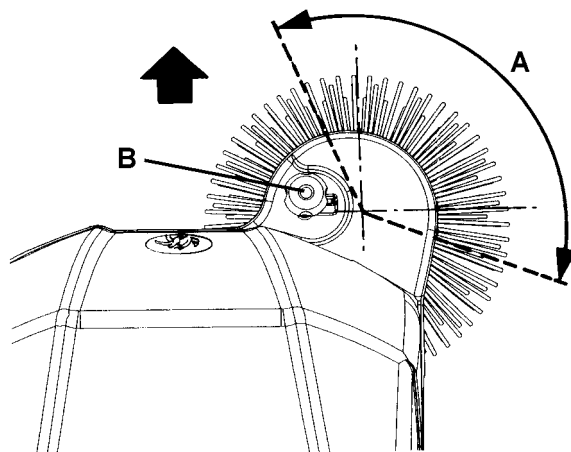

Figure 9
- Contrôler que la trace laissée par le balai latéral est, en extension et orientation, comme indiqué dans la figure (A, Fig. 9). Au cas où la trace résulterait différente, procéder au réglage de la hauteur du balai latéral, en opérant comme suit.
2. Tourner la poignée (B, Fig. 9) dans le sens des aiguilles d'une montre ou dans le sens contraire pour régler la hauteur du sol du balai latéral.